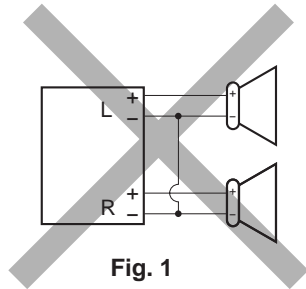
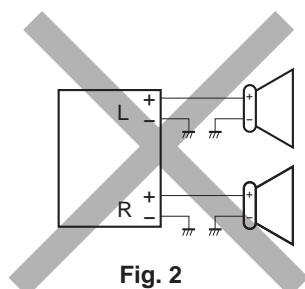

Fig. 1
Fig. 2
- If the speaker wiring in your car is as illustrated in Fig. 1 and Fig. 2 below, DO NOT connect the unit using that original speaker wiring. If you do, the unit will be seriously damaged. Redo the speaker wiring so that you can connect the unit to the speakers as illustrated in Fig. 3.
- Ist die Lautsprecherverdrahtung wie unten in "Fig. 1" und "Fig. 2" abgebildet, das Gerät NICHT mit der Originalverdrahtung der Lautsprecher anschließen, da sonst das Gerät schwer beschädigt wird. Die Lautsprecherverdrahtung erneuern, so daß Sie das Gerät an den Lautsprechern wie in "Fig. 3" abgebildet anschließen können.
- Si le câblage des enceintes de votre voiture est réalisé comme montré sur la Fig. 1 ou Fig. 2 ci-dessous, NE CONNECTEZ PAS l'appareil en utilisant ce câblage original d'enceintes. Si vous le faites, l'appareil sera sérieusement endommagé. Recommencez le câblage des enceintes de façon que vous puissiez connecter l'appareil aux enceintes comme montré sur la Fig. 3.